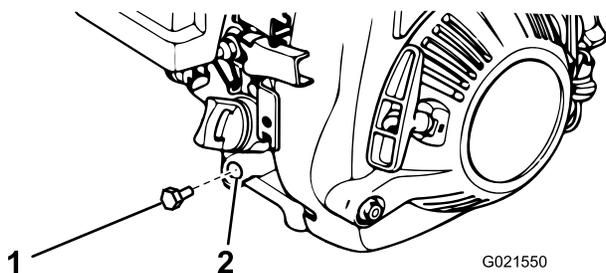

Figure 24
3. Placez un bac de vidange sous l'orifice de vidange d'huile du moteur (Figure 24).
4. Retirez le bouchon de vidange et laissez l'huile s'écouler dans le bac de vidange (Figure 24).
5. Lorsque la vidange d'huile est terminée, remettez le bouchon de vidange en place avec une rondelle neuve (Figure 24).